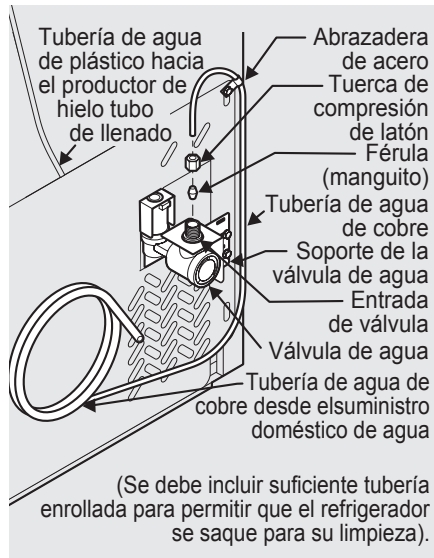

Figura 1
4. Si usa tuberías de cobre: Deslice la tuerca de compresión de latón, y luego la férula (manguito) en la tubería de suministro de agua. Empuje la tubería de suministro de agua hacia dentro de la entrada de la válvula de agua lo más posible (¼ de pulgada o 6 mm). Deslice la férula (manguito) en la entrada de la válvula y apriete manualmente la tuerca de compresión en la válvula. Apriete otra media vuelta con una llave; NO apriete en exceso. Vea la Figura 1.